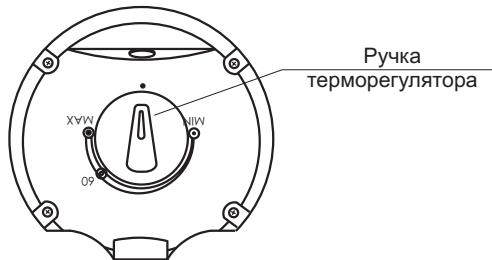

Рисунок 2 - Панель управления ЭВН моделей 4W20Vs1, 4W30Vs1, 4W40Vs1, 4W50Vs1
- в ЭВН **моделей 4W20Vs1, 4W30Vs1, 4W40Vs1, 4W50Vs1** регулировка осуществляется с помощью выведенной наружу ручки терморегулятора. Поворотом ручки терморегулятора по часовой стрелке увеличивают температуру нагрева воды, против часовой стрелки - уменьшают. Для ориентации на шкале обозначено положение ручки терморегулятора, соответствующее нагреву воды примерно до 60 °C (см. рисунок 2).